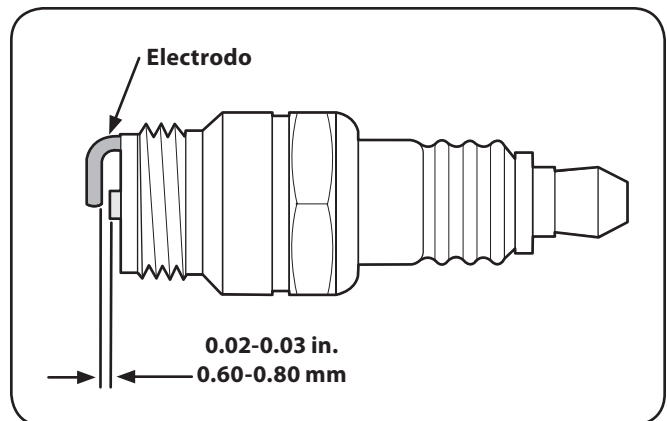

Figura 6-5
5. Mida la separación de bujía con un calibrador. Corrija de ser necesario torciendo el electrodo lateral. Vea la Figura 6-5. La separación debe establecerse en 0.030 pulg. (0.76mm).